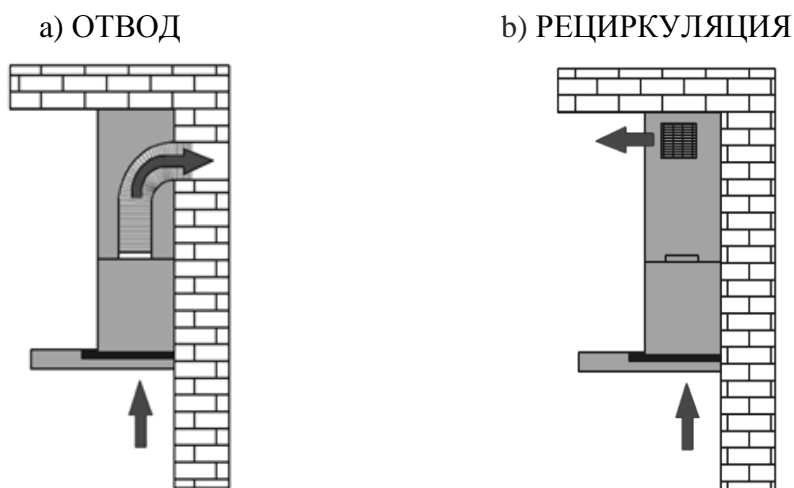

Рис. 5
1) Отвода (рис. 5а) – воздух удаляется из помещения через соединение вытяжки с вентиляционным каналом жестким пластиковым воздуховодом или гофрированным шлангом диаметром 120 мм. И, таким образом, все кухонные испарения, запахи, гарь и копоть, проходя через многоразовые алюминиевые жироулавливающие фильтры, выводятся за пределы помещения. При данном режиме работы нет необходимости устанавливать угольные фильтры. Режим отвода является наиболее эффективным, поскольку вытяжка удаляет все кухонные испарения за пределы кухни в вентиляционную шахту.